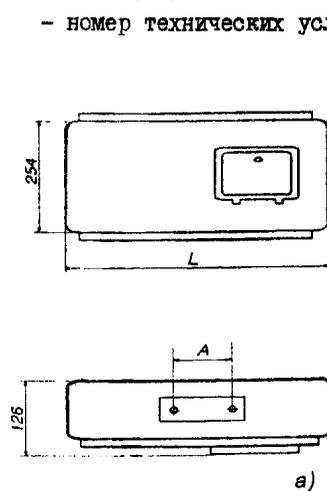

Рис. 4 Общий вид осветительных щитков:
2. Шитки ОП(ОПВ) служат для приема и распределения электрической энергии и защиты от перегрузок и токов короткого замыкания групповых линий в сетях с глухозаземленной нейтралью при напряжении 380/220 В. Шитки комплектуются автоматическими выключателями типа АЕ 1031 на отходящих линиях. Номинальный ток расцепителя, одинаковый для всех автоматических выключателей одного щитка, 16, 20 или 25 А (указывается при заказе). Ввод и вывод проводов осуществляется через верхнюю и нижнюю съемные крышки. Наибольшее число и сечение жил проводов, присоединяемых к одному вводному зажиму, 2x50 мм2. Устанавливаются щитки на стене (см. рис.4). Номинальный ток от 25 до 100 А. Степень защиты IP30 по ГОСТ I4254–96.